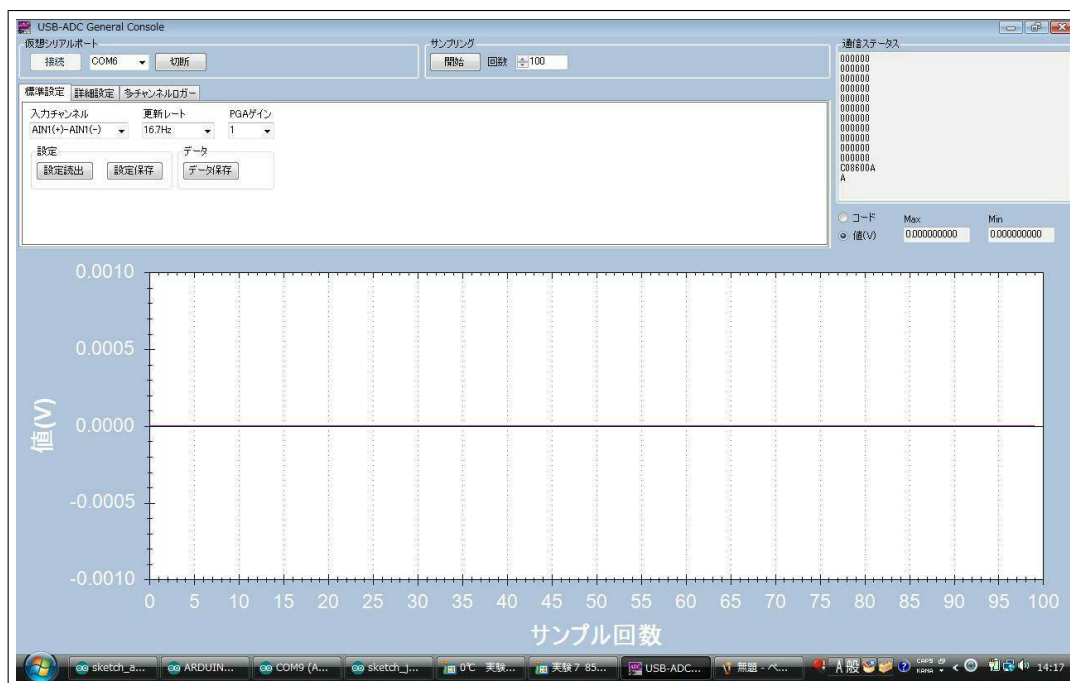
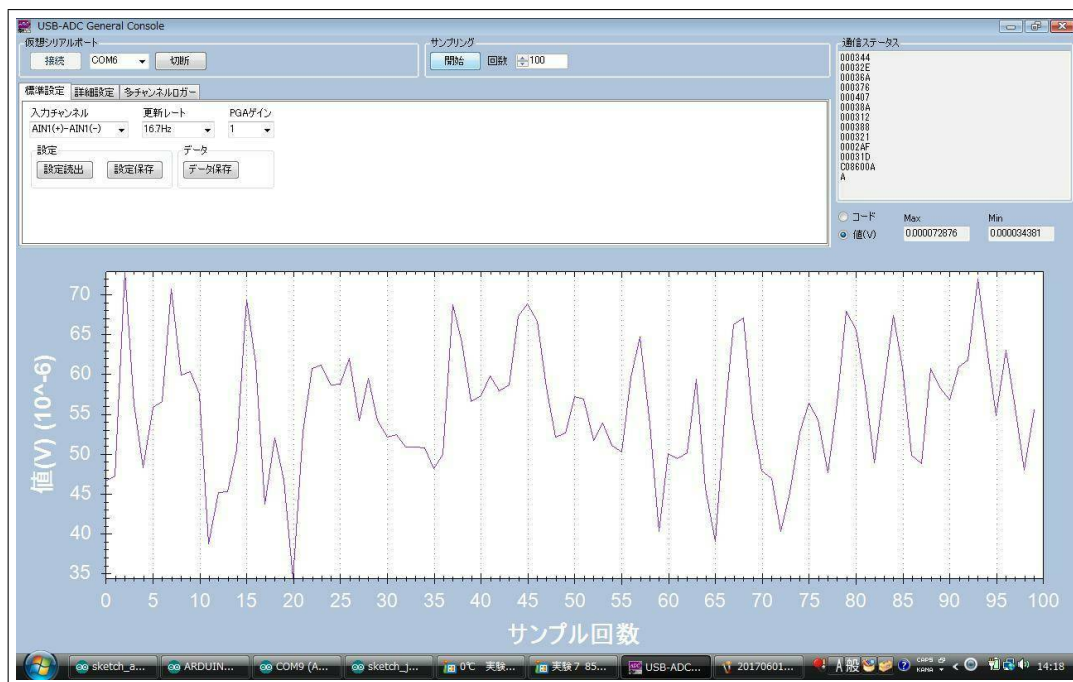
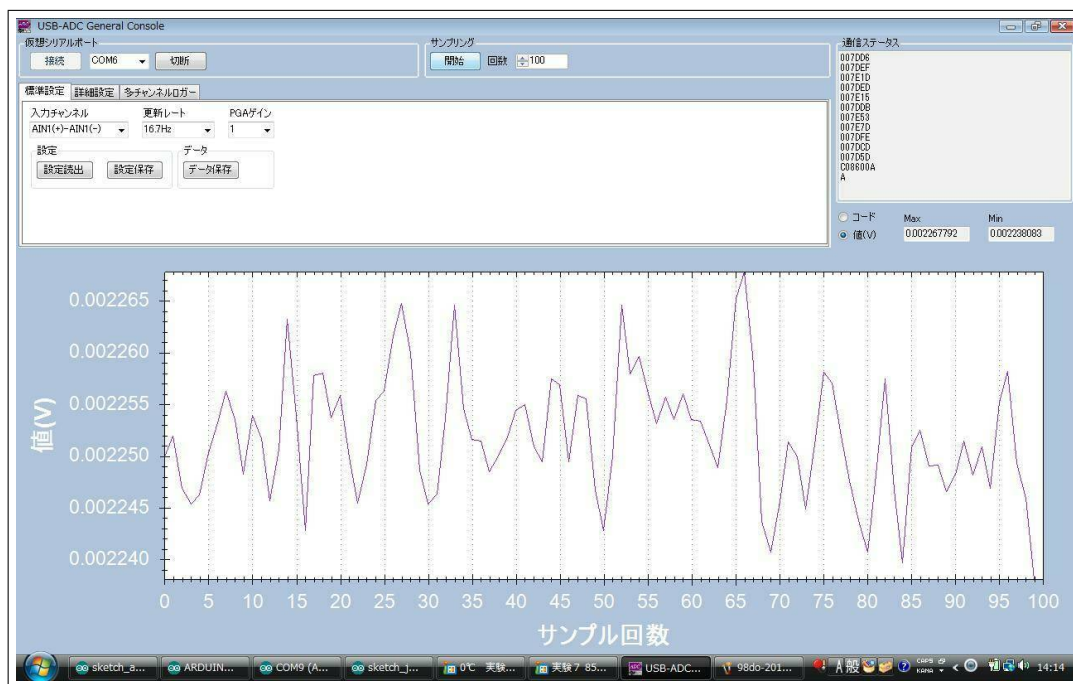

図 4 0 度
図 5 24 度
図 6 100 度
測定した結果図 4～6 のような結果が得られた。図 4 は 0 度、図 5 は 24 度図 6 は 100 度の時の結果である。
図 4~6 を比較すると、0 度 (図 4) では電圧は 0[V] 一定で変化は無かった。24 度 (図 5) と 100 度 (6) では互いに電圧が変化している。24 度では電圧の値が最大で約 0.00007[V]、最小で約 0.00003[V] であるのに対して 100 度では、最大最小ともに約 0.002[V] と温度が高くなるに連れて電圧が高く変化している。このことから温度が高くなると抵抗値が高くなると思われる。